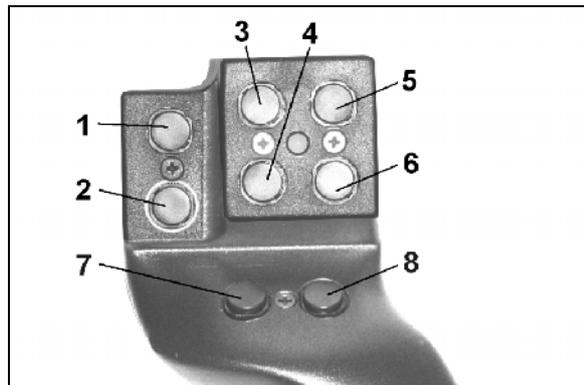
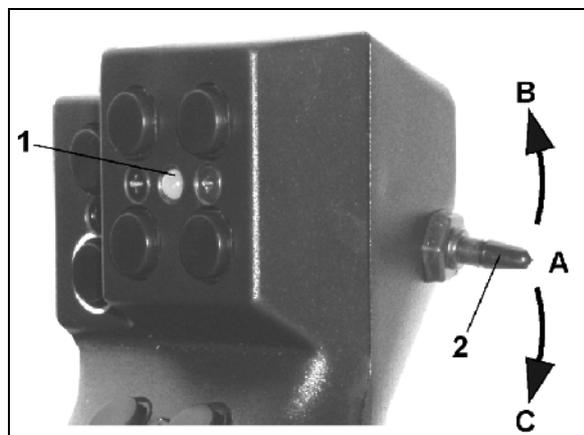

Fig. 129
Fig. 130
Zur Bedienung des **AMATRON+** hat der Multifunktionsgriff (Fig. 129) 8 Tasten (1 - 8) zur Verfügung. Weiterhin kann mittels Schalter (Fig. 130/2) die Belegung der Tasten 3-fach verändert werden.
-  Mittelstellung (Fig. 130/A) und kann nach
-  oben (Fig. 130/B) oder
-  unten (Fig. 130/C) betätigt werden
Die Stellung des Schalters wird durch eine LED-Leuchte (Fig. 130/1) angezeigt.